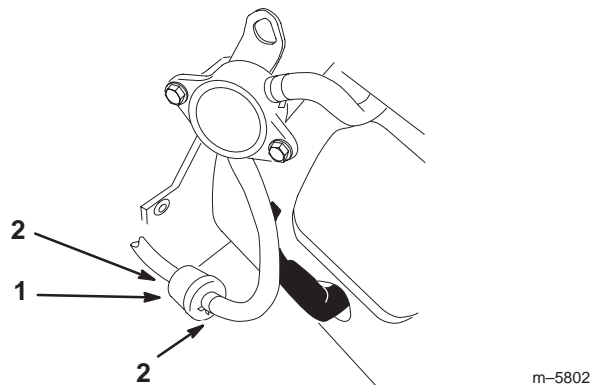

Figure 43
3. Pincez les extrémités des colliers et faites glisser ceux-ci pour les éloigner du filtre (Fig. 43).